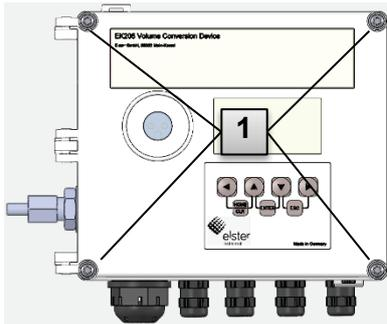

Fig. 19
1. Fermez le boîtier à l'aide des quatre vis pré-montées (Fig. 19 : 1).